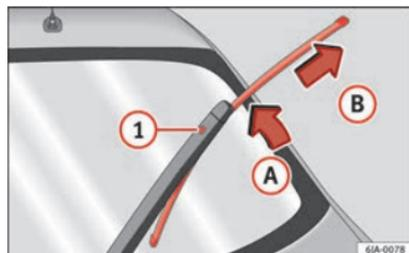

Fig. 70 Balai d'essuie-glace arrière.
- Retirez le bras d'essuie-glace arrière de la glace en déplaçant légèrement le balai d'essuie-glace dans le sens du bras d'essuie-glace – flèche A » fig. 70.
- Avec l'autre main déverrouillez la sécurité ① et retirez le balai d'essuie-glace dans le sens de la flèche B.